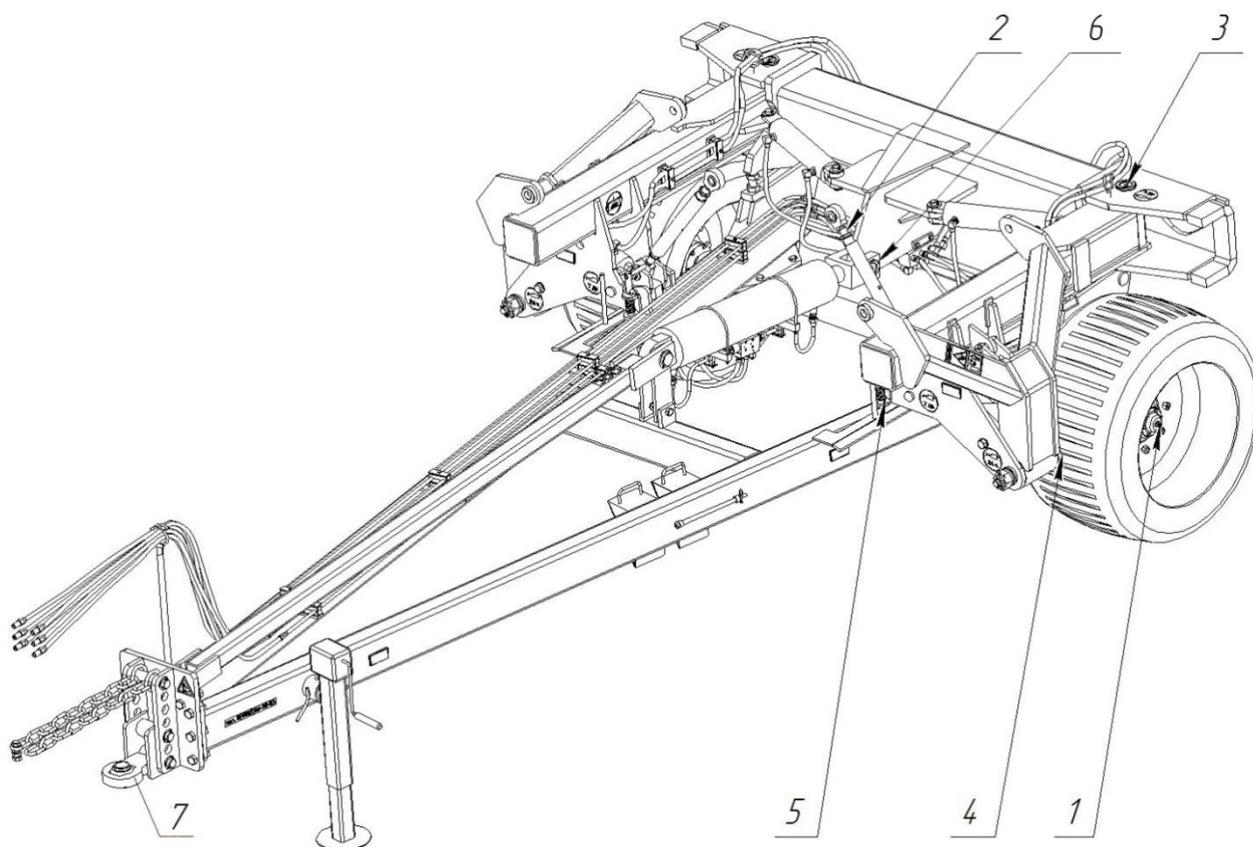

Рисунок 7 – Места смазки СНК.
4.3 Смазку узлов АДК производить согласно химмотологической карте смазки (рисунок 7) и РЭ АДК-4(4,5; 5).
**9 ХИММОТОЛОГИЧЕСКАЯ КАРТА (рисунок 7)**